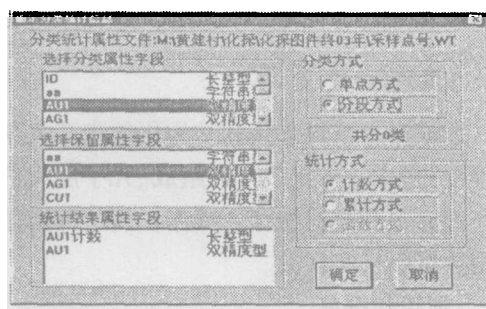

图 2 分类统计信息界面
(1) 进入 MAPGIS 空间分析子系统→点击文件菜单→装入点文件→选择“样品号.WT”
(2) 点击(属性分析)菜单→选择(单属性分类统计)→选择(纵向直方图)→弹出确定分类统计信息界面。(见图 2)